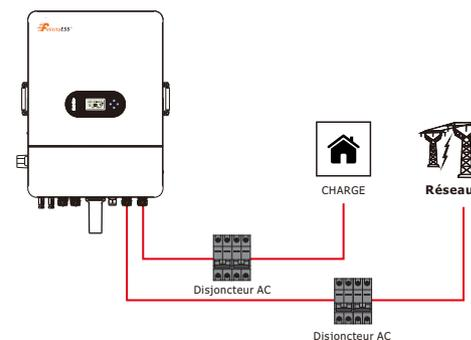

Figure 4.3-2 Connexion du disjoncteur AC
1. Côté AC, le disjoncteur individuel doit être connecté entre l'onduleur et le réseau électrique ainsi qu'avec les charges. Voir la figure 4.3-2.